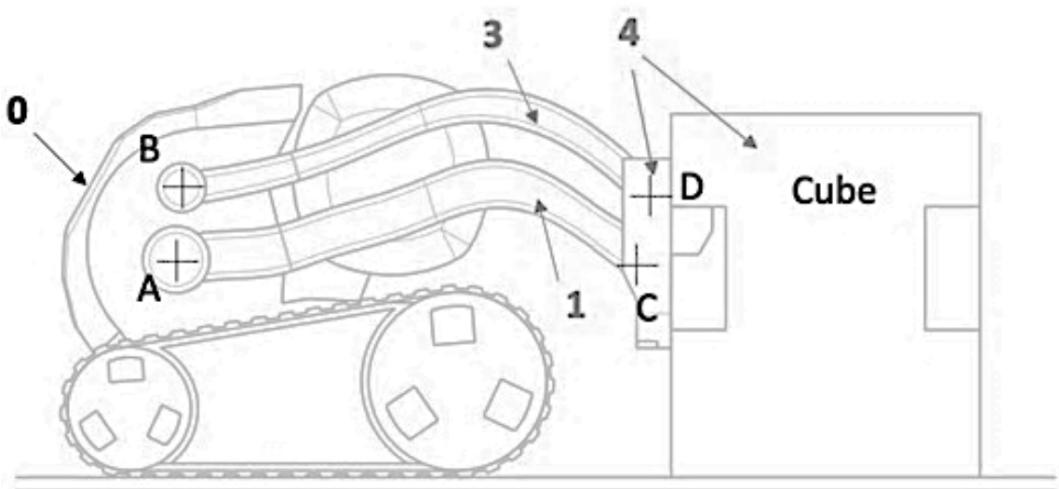

figure 2 : trajectoires et positions du bras 1 et de la fourche 4
Q4 - **Tracer** sur la figure 2 deux positions successives possibles pour les points C et D.
- **Tracer** sur la figure 2 la position du point C lorsque le cube est soulevé de 50mm verticalement.